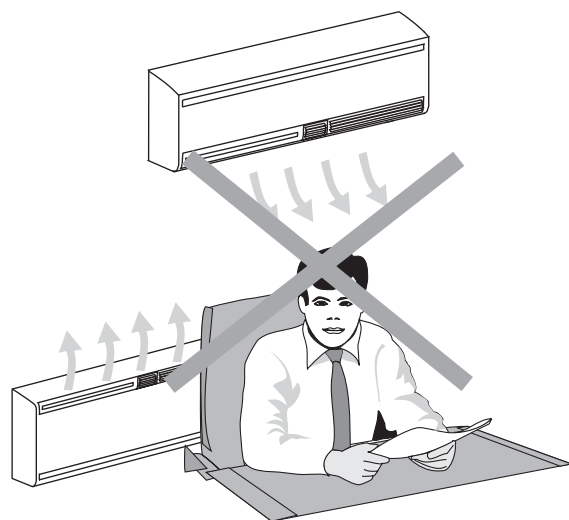

Fig. 2
- L'installation ne doit pas être dans une position telle que le soufflage de l'air soit dirigé directement sur les personnes placées au-dessous. (fig. 2).